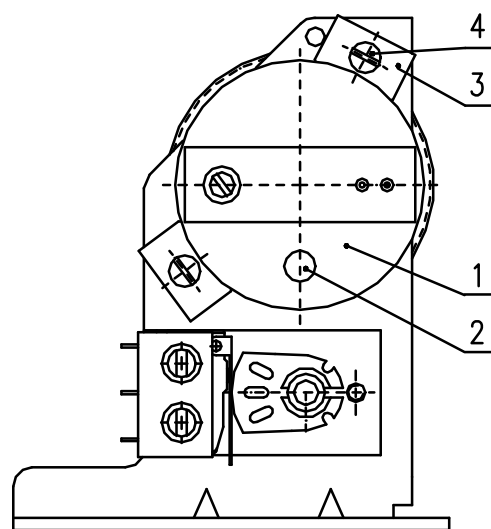

Рис. 8
- подстроить сигнал 4 мА, для осуществления чего нужно после освобождения крепежных винтов накладок датчика (рис.8) вращать датчиком до достижения требуемой величины, т.е. 4 мА $\pm$ 0,2 мА; крепежные винты снова подтянуть